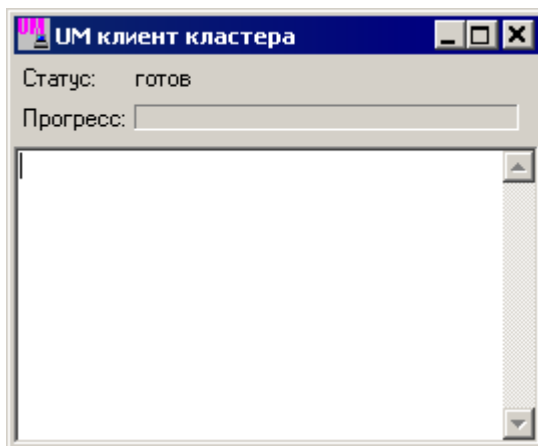

Рис. 4.2. Клиент кластера
1. Запустите клиентскую часть службы распределенных вычислений (файл **cclient.exe**) на компьютерах вычислительного кластера, см. рис. 4.2.